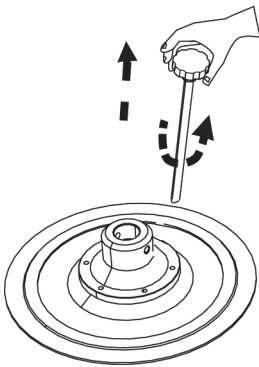

Fig. 11
1. Loose the follower plate bleeder and remove it (fig. 11).
1. Retire el tapón de purga del plato seguidor (fig. 11).